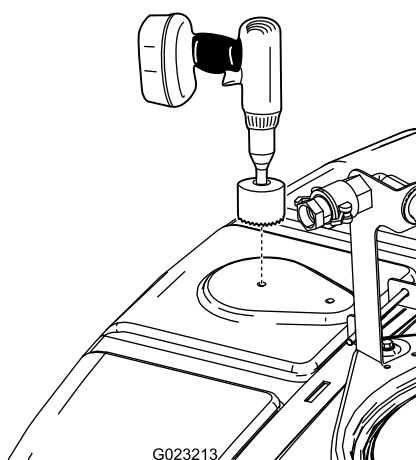

Figure 13
1. Localisez l'emplacement avant sur le haut de la cuve, comme montré à la Figure 13.
2. Utilisez une scie cylindrique de 9 cm pour percer un trou à l'emplacement indiqué par le repère (Figure 13).